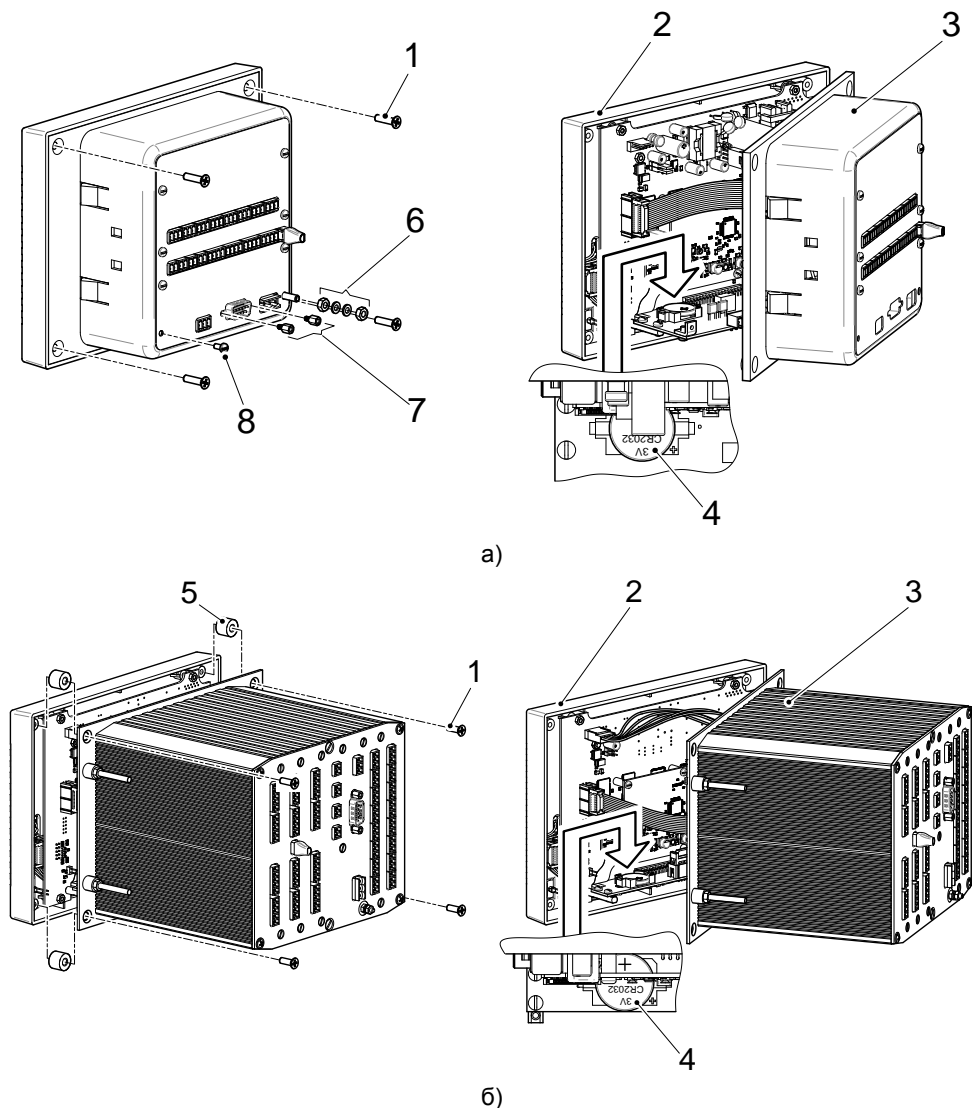

Рисунок 4.1. Иллюстрации к описанию процесса замены батареи часов регистратора (а – для исполнения 1, б – для исполнения 2)
4.4.3.1 Вывернуть 1 винта (рис. 4.1, поз. 1) (потайные, с крестовым шлицом), скрепляющих лицевую панель с задней частью прибора. В исполнении 1 дополнительно вывернуть с задней панели винт (поз. 8), гайки разъема интерфейса RS-232 (поз.7), отвернуть гайки и снять их вместе с шайбами со шпильки заземления прибора (поз.6).